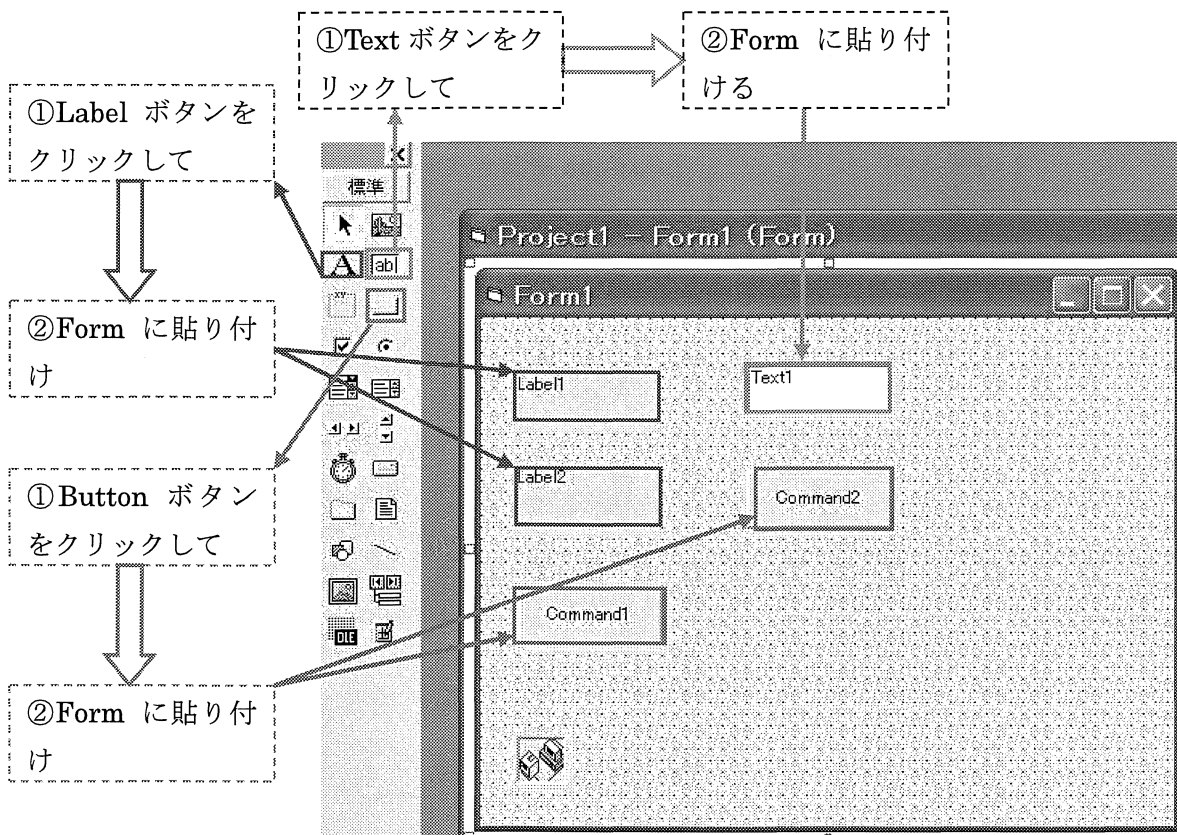

図 3.9 制御画面の配置
- a. 図 3.9 の青色線に示すように、Label1 と Label2 を貼り付ける。ただし、Label1 で変位の現在値を表し、Label2 で荷重の現在値を表示する。
- b. 図 3.9 の赤色線に示すように、Text1 を貼り付ける。自動制御の際、この Text1 で変位の目標値を書き込む。
- c. 図 3.9 の緑色線に示すように、Command1(CommandButton)と Command2 を貼り付ける。ただし、Command1 で変位と荷重の計測を実行し、Command2 で目標変位の送信を実行する。